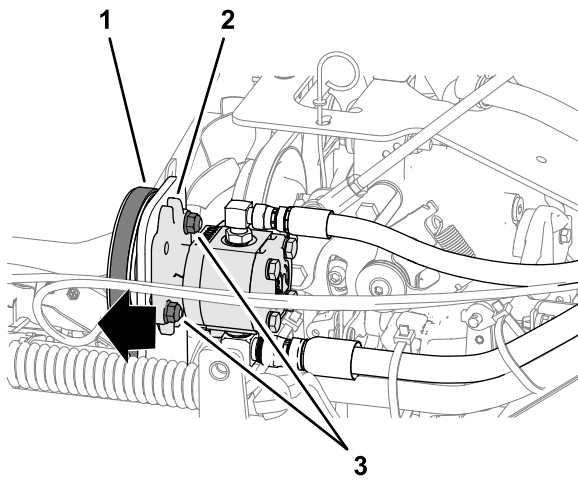

Bild 51
3. Lösen Sie die beiden Sicherungsbundmuttern (3/8"), mit denen die Hilfspumpe an der Montagehalterung befestigt ist (Bild 51).
- Schieben Sie die Pumpe in den Schlitzen nach außen (Bild 51) und drehen Sie die Sicherungsbundmuttern bis auf ein Drehmoment von 37 bis 45 Nm an.